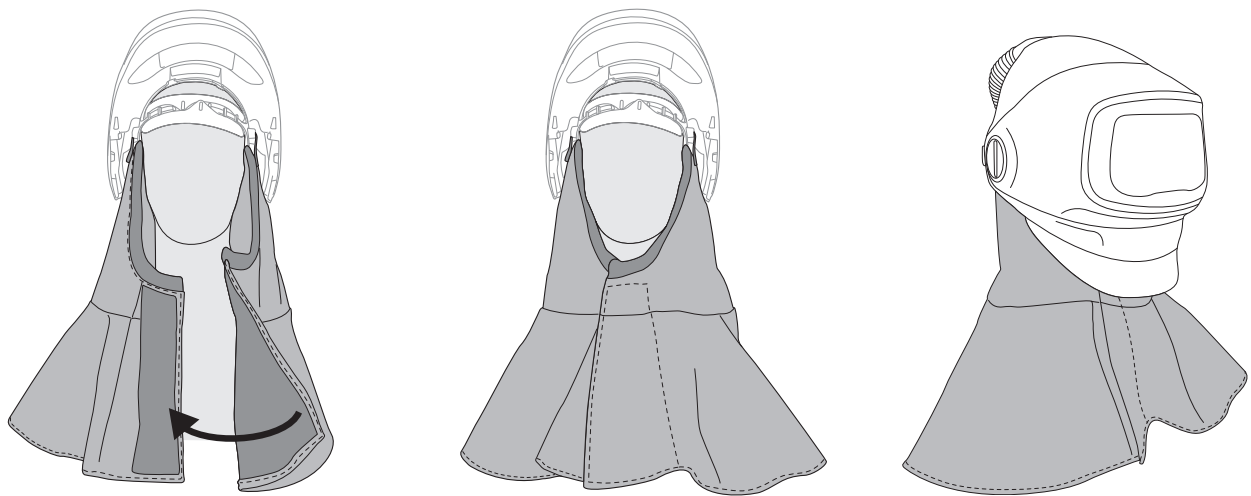

Fig. 29g
- f. Para ponerte la careta para soldar con el protector, abre el cierre de gancho y bucle; coloca el protector detrás de la cabeza; baja la careta para soldar; aprieta la suspensión de la careta; y cierra el cierre de gancho y bucle ubicado en la parte frontal del usuario (Fig. 29g).